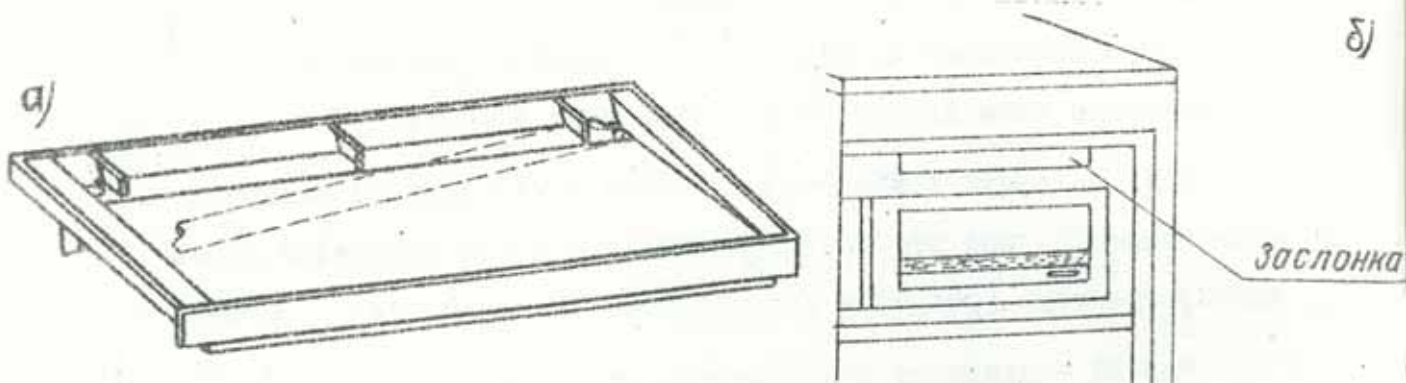

Рис.5. Расположение заслонок: а - в поддоне; б - на рамке
5.4. Поддон и рамка испарителя оборудованы специальными заслонками (рис.5 а,б), позволяющие регулировать температуру в холодильной камере в зависимости от температуры окружающего воздуха.